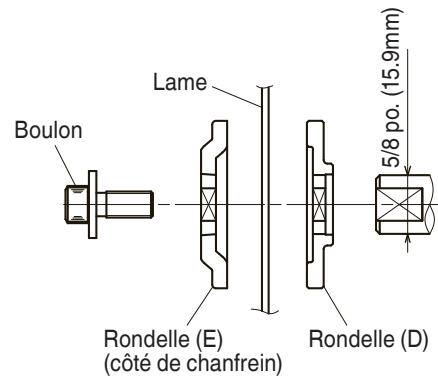

Fig. 28-c
- (6) Appuyer sur le verrou d'axe et serrer le boulon en le tournant vers la gauche à l'aide de la clé fournie comme accessoire standard (clé à barre à six pans de 5mm), comme indiqué à la Fig. 28-b.